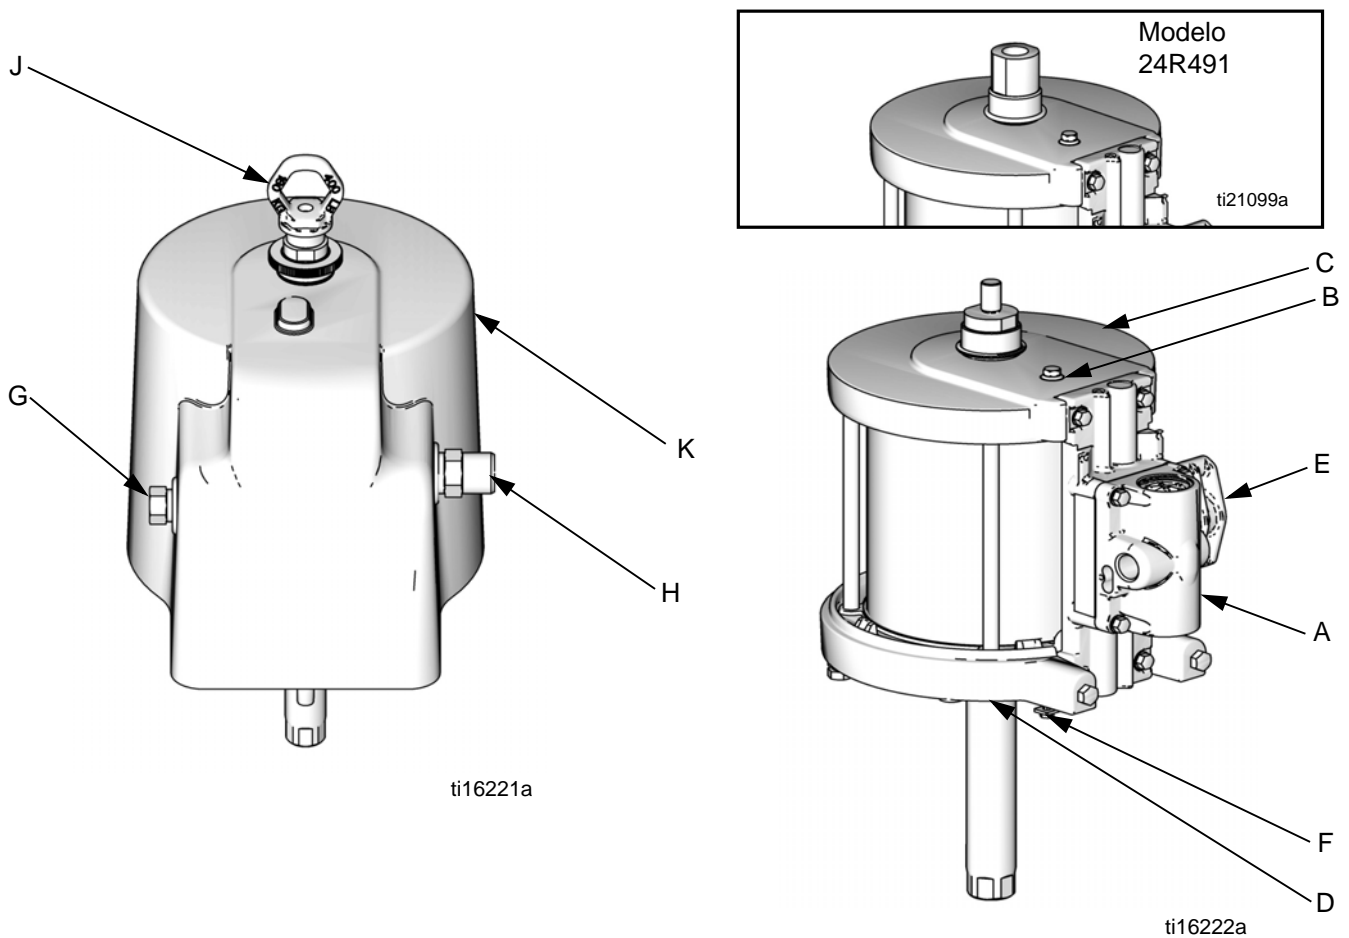

FIG. 1. Componentes de los motores neumáticos SaniForce
Consulte FIG. 1. Conecte un cable de conexión a tierra (NP Graco 238909) al tornillo de conexión a tierra (12) en la cubierta inferior del motor neumático, debajo de la protección. Conecte el otro extremo del cable de conexión de tierra a una tierra verdadera.